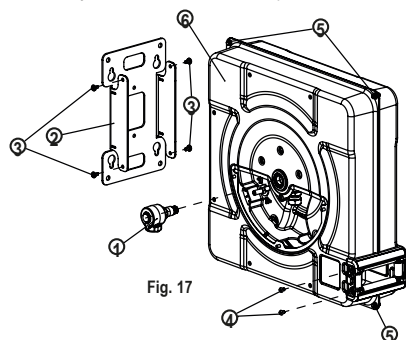

Fig. 17
- Disassemble the shaft-swivel-kit (1) (fig. 17). It is not necessary to disassemble the swivel from the shaft. Use a flat-wrench over the shaft hexagon, and be sure to do counterforce by introducing an Allen key 7 mm between faces (1) (fig. 10) inside the brass hexagon (2) (fig. 10), through the Tensor piece (3) (fig. 10). Avoid to transmit stress to other hose reel components and don't apply lever with the flat-wrench over the swivel. Keep it to be able to install again later on the new spool.
- Take apart the base (2) (fig. 17) loosening the bolts (3) (fig. 17). Keep the base to be able to install again later on the new spool.
- Loosen the two bolts (4) (fig. 17) which hold one side of the roller outlet. Keep these bolts to be able to install again later.
- Assemble the other casing side (the one with the service window), fitting its central hole on the brass shaft. For a correct assembly position, the wings which hold the roller outlet, must be aligned. Join both casing sides by tightening the bolts (5) (fig. 17).
- Tighten the two roller outlet bolts (4) (fig. 17).
- Place the shaft-swivel assembly (1) (fig. 17). For doing this, introduce carefully the shaft through the casing bearing, be careful not to damage the inner sealing ring with the shaft thread. It is recommended to clean the threads and apply a medium strength threadlocker in this threaded coupling. For tightening the shaft, it is needed to do counterforce by introducing an Allen key 7 mm between faces (1) (fig. 8) inside the brass hexagon (2) (fig. 8), through the Tensor piece (3) (fig. 8). Avoid to transmit stress to other hose reel components.
- Place the base (2) (fig. 17) in position on the casing, using the sheet metal screws (3) (fig. 17).
- Demontera axelsvivel-kitet (1) (fig. 17). Det är inte nödvändigt att demontera svivelen från axeln. Använd en nyckel över axelns hexagon och skapa ett mothåll genom att införa en insexnyckel 7 mm mellan ytorna (1) (fig. 10) inuti mässingshexagonen (2) (fig. 10) genom fjäderspännaren (3) (fig. 10). Undvik att överföra spänningen till andra slangrullkomponenter och håv inte med nyckeln över svivelen. Behåll kitet för att kunna installera igen senare på den nya spolen.
- Lossa skruvarna (3) (fig. 17) och ta bort monteringsplattan (2) (fig. 17). behåll plattan för att kunna installera igen senare på den nya spolen.
- Lossa de två bultarna (4) (fig. 17) som håller ena sidan av rullutloppet. Behåll dessa bultar för att kunna installera senare.
- Montera den andra höljessidan (den med servicefönstret), med dess centrala hål på mässingsaxeln. För en korrekt monteringsposition måste vingarna som håller valsutloppet vara justerat. Anslut båda höljets sidor genom att dra åt bultarna (5) (fig. 17).
- Dra åt rullutloppets två bultar (4) (fig. 17).
- Placera axel-svivelenheten (1) (fig. 17). För att göra detta, för försiktigt axeln genom höljets lager, var försiktig så att den inre O-ringen inte skadas mot axelgången. Det rekommenderas att rengöra gångorna och applicera en medelstark gängtape i denna gängade koppling. För att dra åt axeln behövs det motstånd genom att införa en insexnyckel 7 mm mellan ytorna (1) (fig. 8) inuti mässingshexagonen (2) (fig. 8) genom fjäderspännaren (3) (8). Undvik att överföra stress till andra komponenter i slangrullarna.
- Placera basen (2) (fig. 17) på höljet med plåtskruvarna (3) (fig. 17).